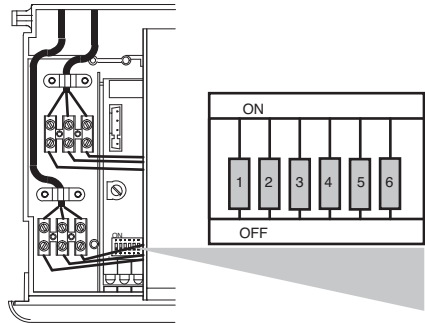

рисунок 9.12
- После завершения внесения в память данных отключите подачу электрического питания к котлу и поставьте «впаиваемый в печатную плату пакет миниатюрных переключателей» в положение ВЫКЛ (рисунок 9.12).